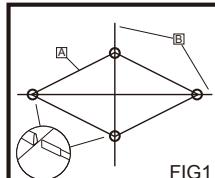

FIG1
2. Empurre as hastes <B1> completamente nos canais. (FIG1)